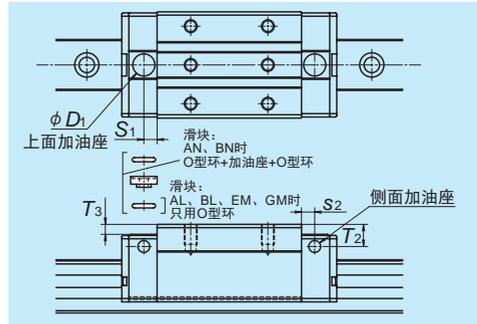

图 13 侧面、上面加油孔位置
• RA 系列可在端盖的上面设置加油孔。安装位置如图 13、表 9、表 10 所示。